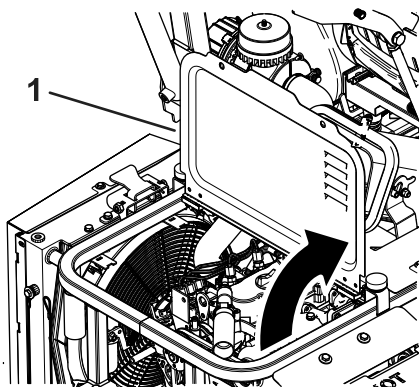

Figure 51
2. Retirez les fixations et soulevez le couvercle pour accéder au moteur (Figure 51).